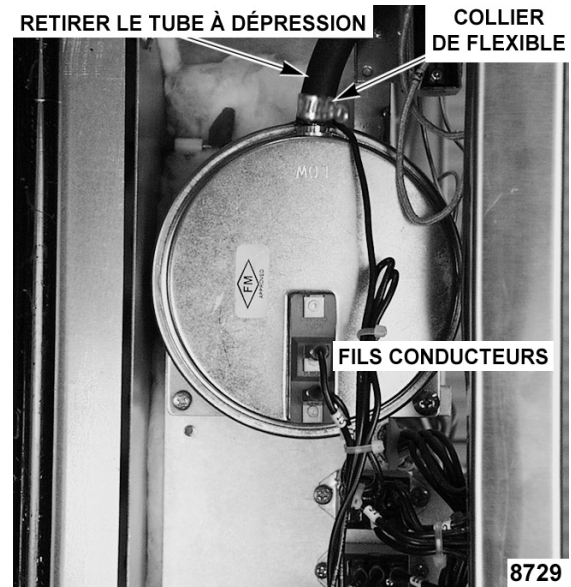

Fig. 13
- C. Desserrez le collier de flexible (Fig. 13) et retirez le tube à vide du contacteur à dépression.